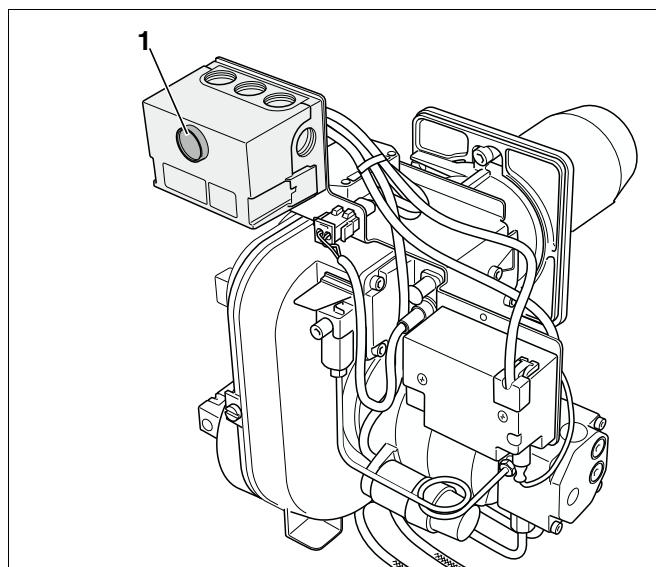

Рис. 7 Кнопка подавления помех и сигнальная лампочка
- Выпустите воздух из системы с помощью встроенного топливного насоса без повторного нажатия кнопки подавления помех (рис. 7, поз. 1).
- Нажмите кнопку подавления помех (рис. 7, поз. 1, стр. 15).
- По истечении времени ожидания, составляющего примерно 50 секунд, нужно разблокировать автомат горения дизельного топлива, нажав кнопку подавления помех (рис. 7, поз. 1, стр. 20).